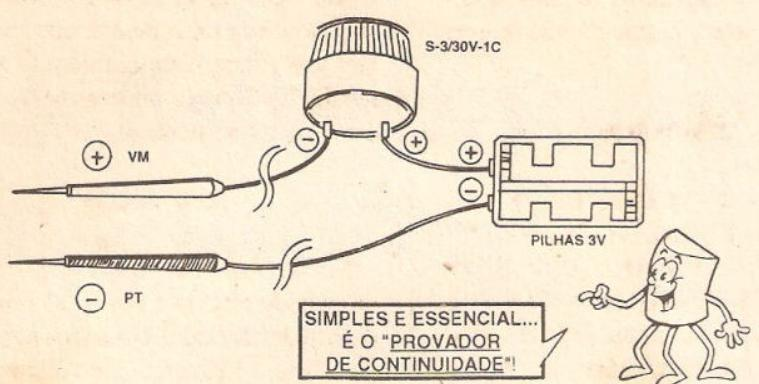
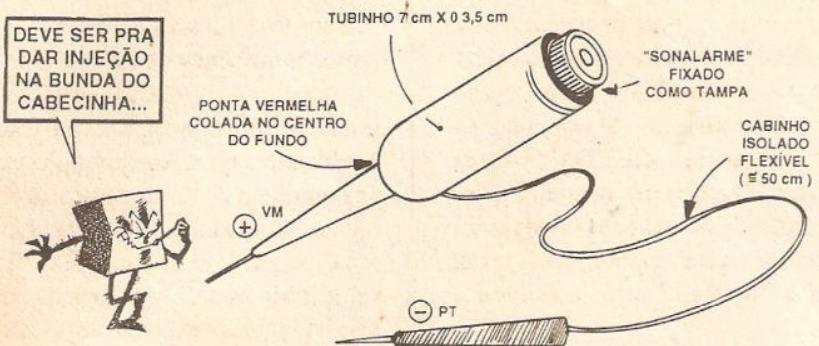

FIG. 3
FIG. 4
- FIG. 3 - UM SIMPLES (E MUITO ÚTIL...) PROVADOR DE CONTINUIDADE, “USÁVEL” (ENTRE OUTRAS FUNÇÕES...) PARA DESCORTINAR A CONEXÃO INTERNA DA “LAPELA” METÁLICA... - O Leitor/“Aluno” do ABC já tomou contato com o instrumento chamado de PROVADOR DE CONTINUIDADE, cuja extrema utilidade foi citada mais de uma vez no decorrer do nosso ‘‘Curso’’ (inclusive mostramos alguns exemplos práticos de como construir provadores desse tipo...).
- FIG. 4 - DANDO FORMA FINAL AO PROVADOR - Qualquer instrumento de testes e prova, para uso prático em Eletrônica, deve ser compacto, de fácil manuseio, confortável nos seus aspectos ergonômicos (ou seja, na “combi-nação” com a forma da mão do operador e com os métodos “mecânicos” da sua aplicação/movimentação no uso...), leve, resistente, etc. Seguindo a risca todos esses preceitos, podemos encapsular o circuito do PROVADOR (fig. 3) de maneira a transformá-lo num “real instrumento”, bonito e prático... Basa arranjar um tubinho, metálico ou plástico
(provavelmente alguma embalagem vazia de medicamentos ou cosméticos servirá...), cujas medidas sejam iguais ou pouco maiores do que 7 cm. de comprimento por 3,5 cm. de diâmetro, dotado de tampa (de encaixe ou de rosquear...) numa das extremidades do seu corpo cilíndrico... No interior do tubo enfa-se o suporte com as pilhas; o sinalizador piezo pode ser fixado externamente à tampa da embalagem (pode ser colado com adesivo de **epoxy** ou de **cianoacrilato**, mas efetuando-se antes uma furação de passagem para os terminais do dispositivo, que devem penetrar na base do tubo, para ligação aos demais componentes conforme fig. 3). Dependendo das reais dimensões do tubo (diâmetro, principalmente) pode até ser possível usar o próprio sinalizador piezo **no lugar** da tampa... No fundo do tubo faz-se uma furação central capaz de receber o diâmetro da capa plástica de ponta de prova **vermelha**, que deve ser aí inserida e fixada com o adesivo forte (os mesmos indicados para a eventual fixação do sinalizador à tampa...). Na lateral do tubo, em ponto próximo ao seu fundo (onde se fixou a ponta de prova **vermelha**...), deve ser feito um pequeno furo para passagem do cabo (este não muito curto) da ponta de prova **preta**... A disposição geral mostrada na figura não é difícil de entender, nem de "copiar", acreditamos... Como resultado o Leitor/ "Aluno" terá um instrumento extremamente prático no seu manuseio (além de útil, em termos puramente eletrônicos...).